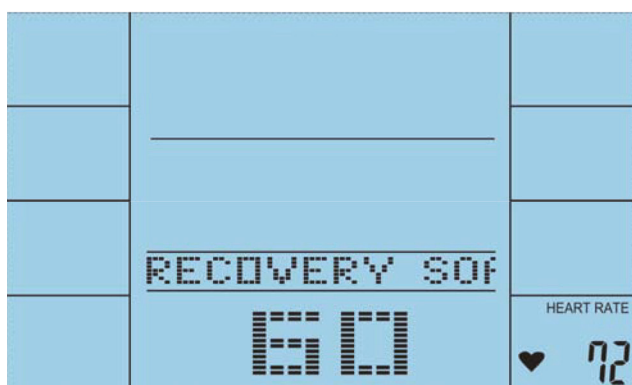

Fig. 44
- Una vez finalizado el tiempo de entrenamiento, pulse RECOVERY y agarre ambas empuñaduras. Todos los indicadores de funciones se detienen y solo se muestra TIME con una cuenta atrás de 00:60 a 00:00 (fig. 44).